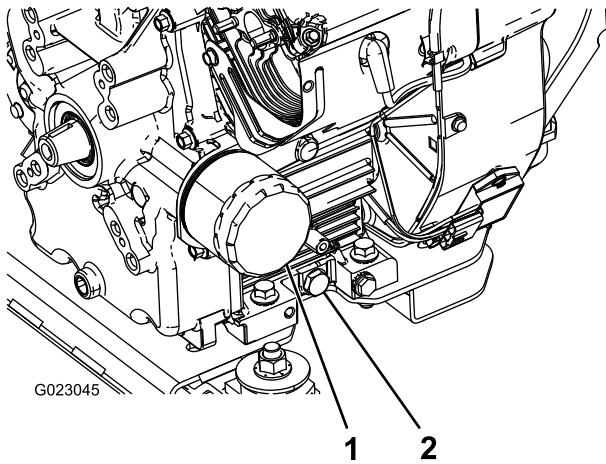

Bild 43
5. Nehmen Sie die Ablassschraube ab (Bild 43).
2. Entfernen Sie den ÖlfILTER (Bild 43).
5. Setzen Sie den ErsatzölfILTER auf den Anbaustutzen auf. Drehen Sie den ÖlfILTER nach rechts, bis die Gummidichtung den Filteradapter berührt. Ziehen Sie ihn dann um eine weitere halbe Umdrehung an (Bild 43).